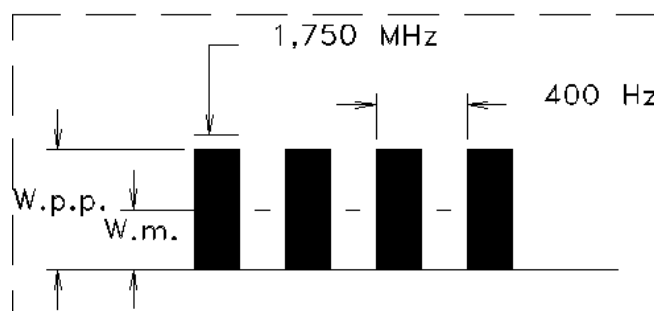

Fig.1
- Agendo sui pedali di attivazione, oppure sui pulsanti del manipolo a controllo manuale, una differente nota acustica ed una segnalazione luminosa sul monitor indicherà quale è la Funzione in uscita, CUT o COAG. L'emissione durerà per il tempo che pedale o manipolo saranno azionati, Fig.1